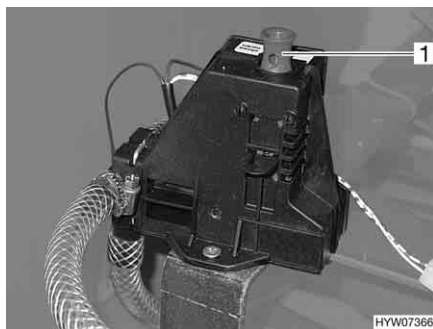

Fig. 100 Valvola di sicurezza/di scarico del boiler
Il boiler è dotato di una valvola di sicurezza/di scarico (Fig. 100). La valvola di sicurezza/di scarico impedisce che l'acqua congeli nel boiler in presenza di basse temperature esterne, quando il riscaldamento dell'autocaravan non è acceso.
- Chiudere la valvola di sicurezza/di scarico. A tal fine tirare verso l'alto la presa dell'interruttore a scatto (Fig. 100,1).
- Aprire la valvola di sicurezza/di scarico. A tal fine premere verso il basso l'interruttore a scatto (Fig. 100,1). Il boiler viene svuotato verso l'esterno tramite la valvola di sicurezza/di scarico.